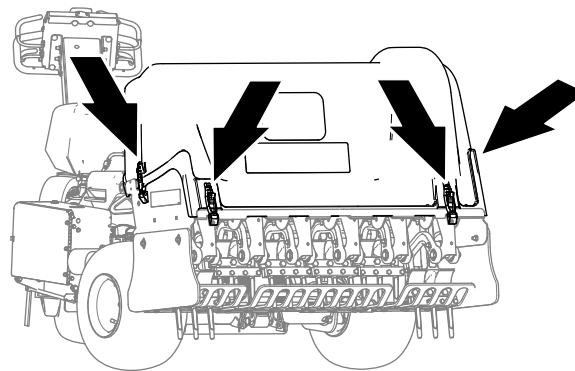

Figura 148
4. Deblocați capul capului de carotare în locaia cu 4 elemente de fixare (Figura 148 și Figura 150).